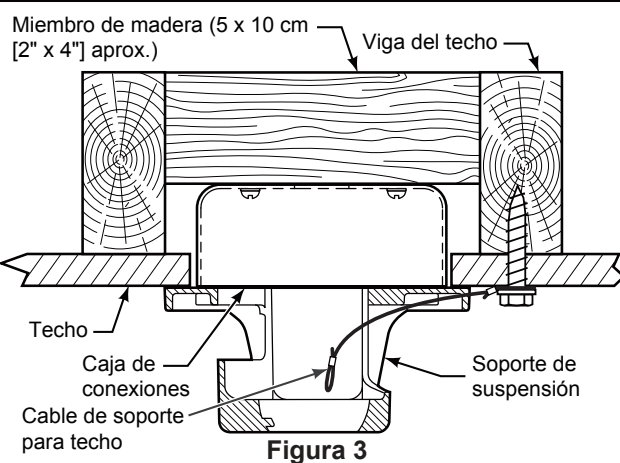

Figura 3
### Uso del soporte (Figura 3)
3. Afloje los dos tornillos de fijación del soporte del barral de soporte para techo a través de la varilla. Introduzca los cables de color marrón, azul, rojo, gris, amarillo cables y cable de seguridad a través de la varilla. (Figura 3)
1. Perfore un orificio de 1/4" en la estructura del edificio para evitar grietas con la instalación del tornillo de intervalo. Utilice el tornillo de intervalo de 3/8"x2" y la arandela plana para fijar el cable de seguridad a la viga del techo o a la estructura de madera. Dicho tornillo pasará a través de arandela plana, la presilla del cable de seguridad y se fijará en la estructura del edificio. (Figura 3)
**NOTA:** el cable de soporte para techo no se puede asegurar solamente a la caja de conexiones; se debe asegurar directamente a la viga de techo o miembro estructural con el tornillo de cabeza cuadrada de 3/8"x2" y la arandela plana. (Figura 3)
2. Deslice el receptor en el soporte de suspensión antes de realizar el cableado como se muestra en la figura 3.
3. Instale el ensamble de la placa de iluminación en el soporte utilizando las dos ranuras principales de conexión. Vuelva a colocar el tornillo retirado previamente y asegure los tres tornillos. (Figura 3)